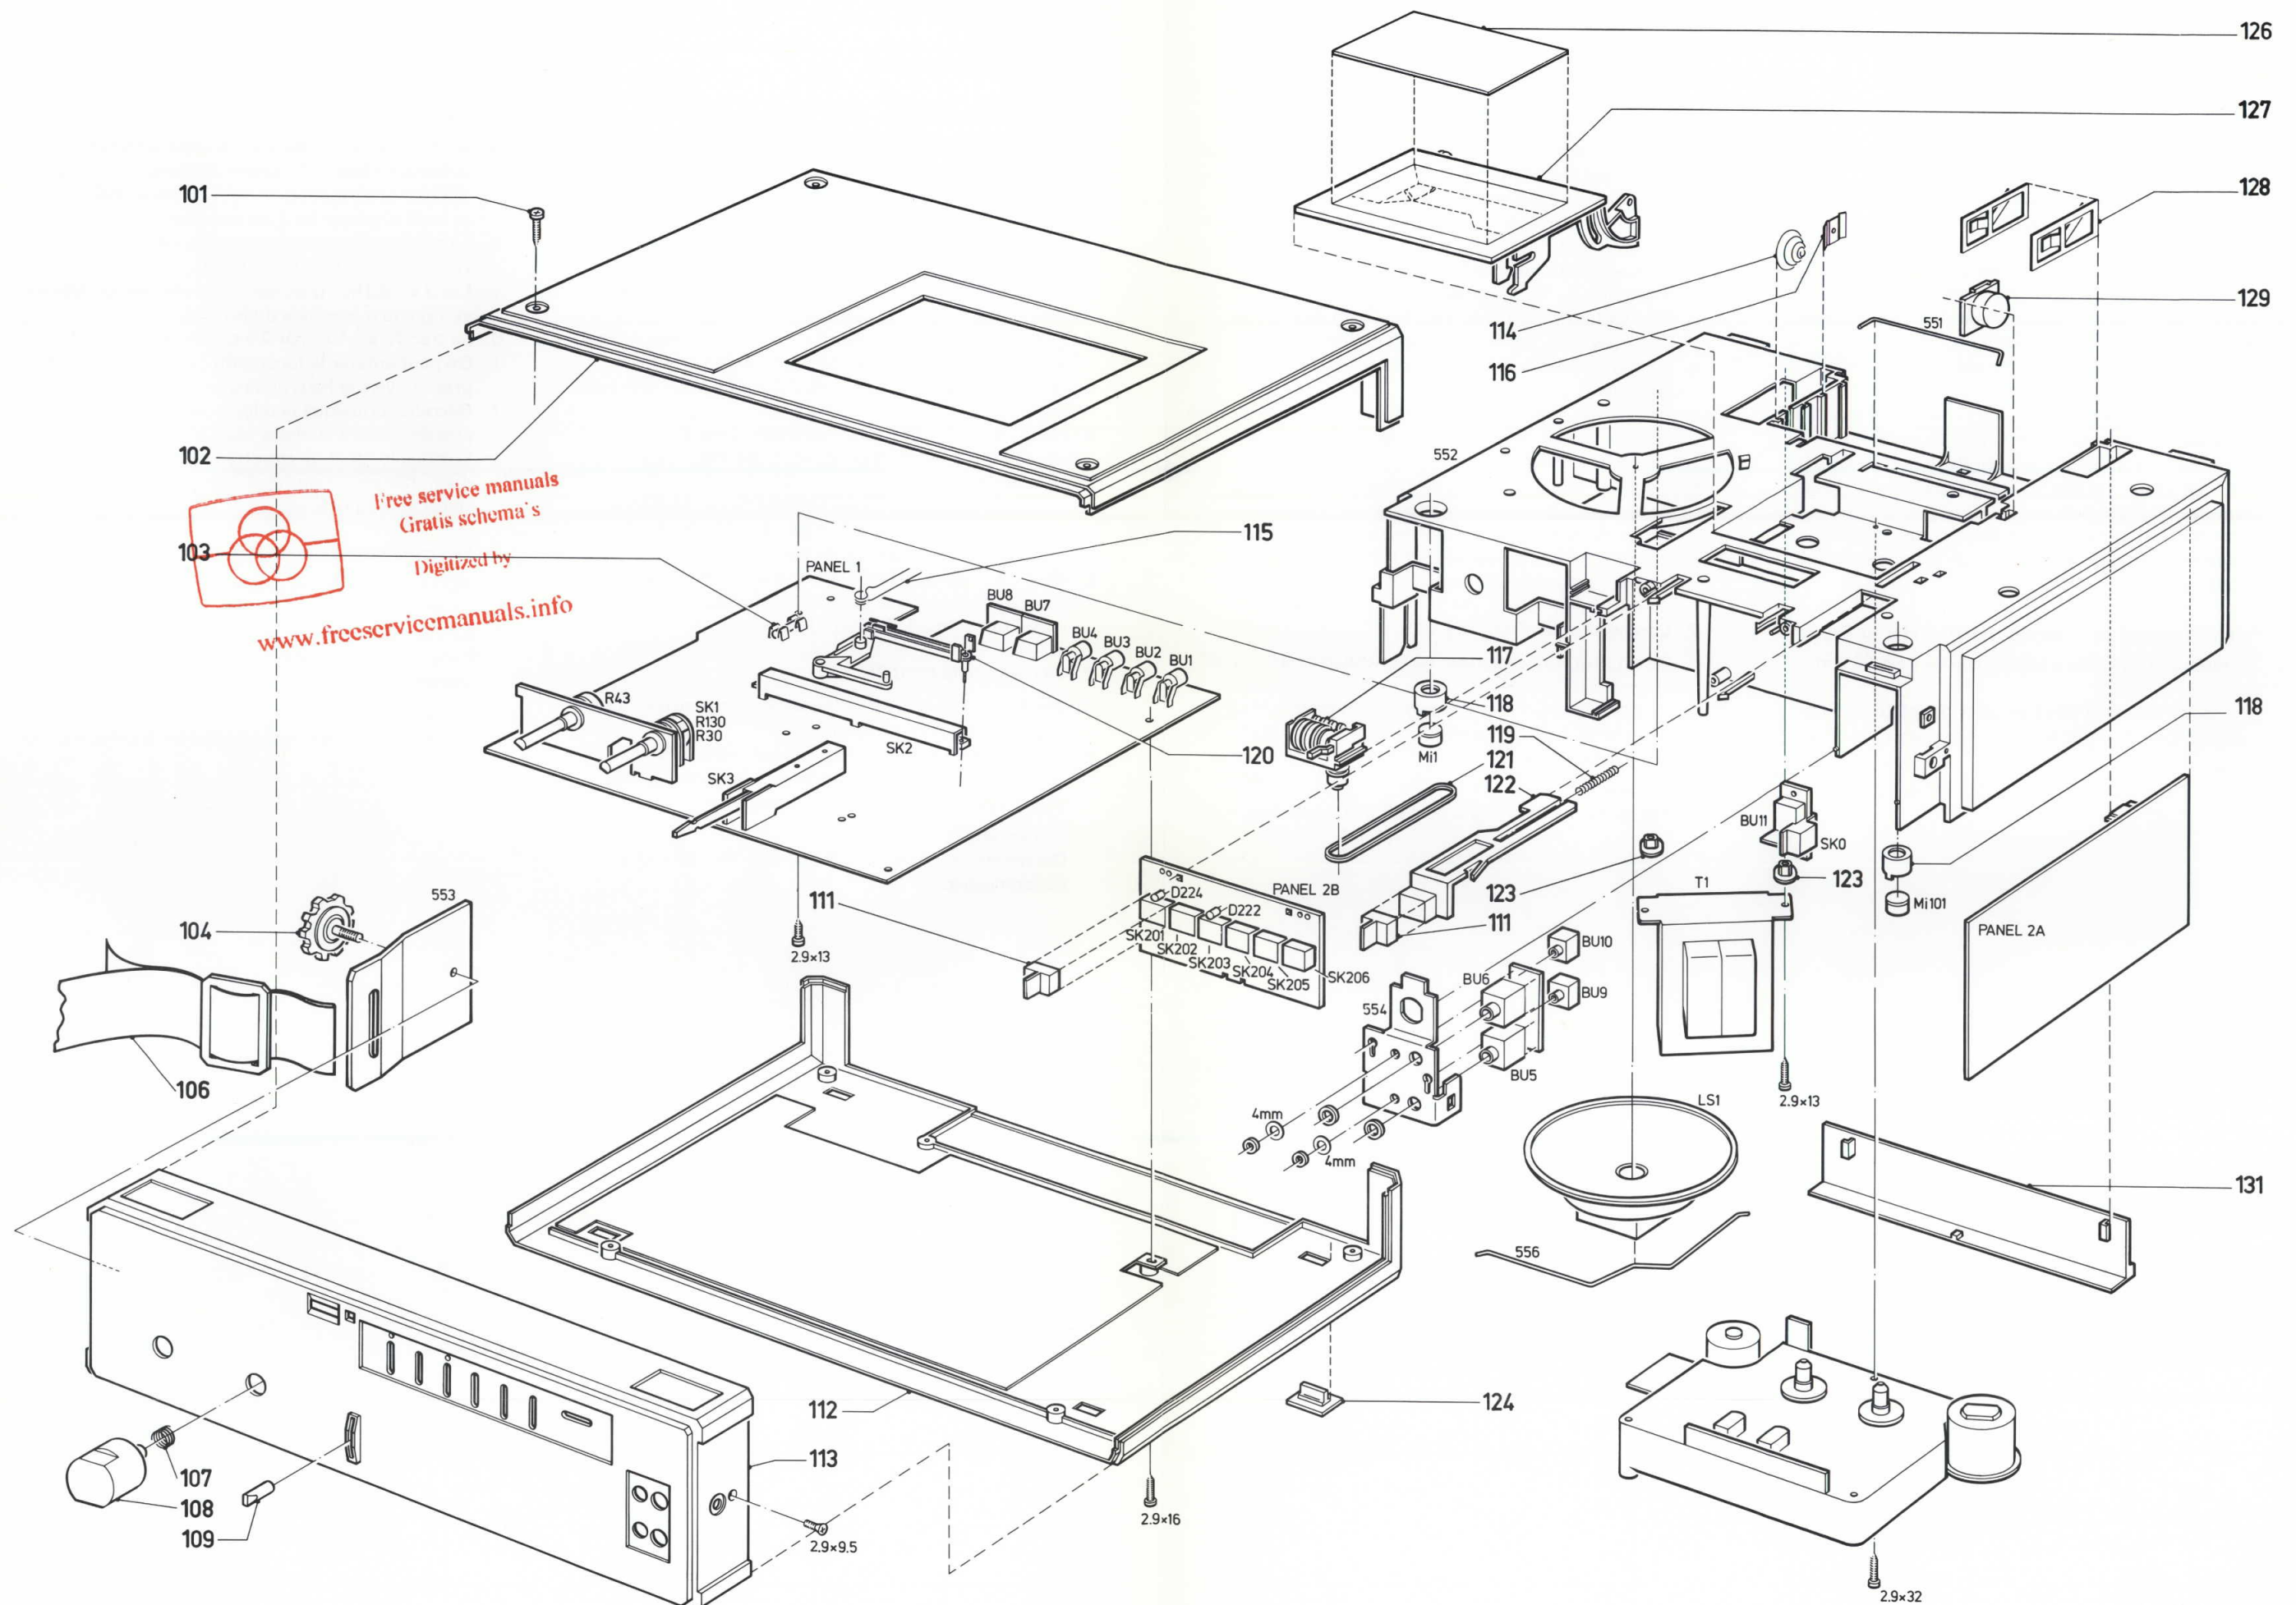

Fig. 3
1. Removal of cabinet parts (refer to Fig. 3)
- g. After removal of the cassette lid, the cassette-lid damping (item 129; refer to Fig. 3) may now also be taken out.
1. Kastonderdelen (fig. 3)
- g. Als de kasetteklep verwijderd is kan ook de kasetteklepdamping pos. 129, fig. 3, verwijderd worden.
1. Gehäuseteile (Bild 3)
- g. Wenn die Cassettenfachklappe abgenommen worden ist, lässt sich auch die Cassettenfachklappen-Dämpf- vorrichtung Pos. 129 (Bild 3) entfernen.
1. Pièces du boîtier (fig. 3)
- g. Lorsque le rabat de cassette est enlevé, le dispositif d'amortissement du rabat, rep. 129, fig. 3, pourra également être enlevé.